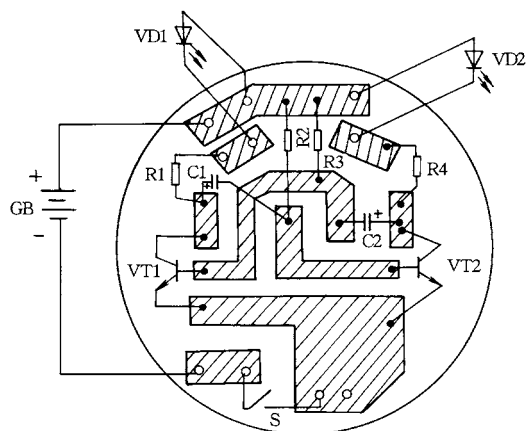
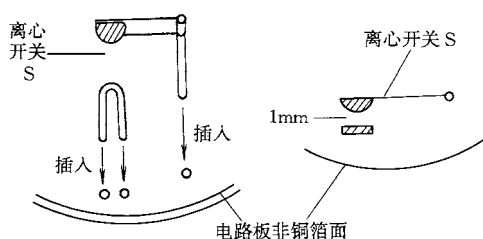
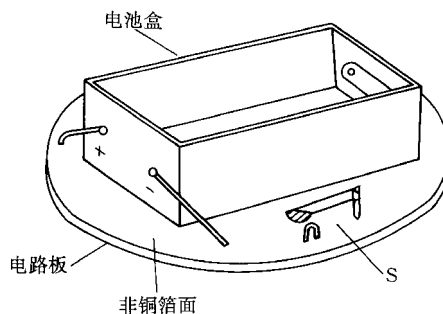

图 2-8
图 2-10
图 2-12
(8) 由于整个电路比较简单，因此可用刀刻法按图 2-8 所示刻制电路板。只需在图中画小圆圈处打上孔，作为发光二极管 VD1、VD2、离心开关 S 及电池盒正、负极引线的安装孔。其他元件焊接处不必打孔。
(10) 接下来按图 2-10 所示组装离心开关 S。按照图 2-8 所示位置，将动臂和定接点分别从电路板的非铜箔面插入相应的孔中（见图 2-10 之左图），并在铜箔面将其焊牢。要求动臂与定接点距电路板表面的高度要相等，动臂上的锡珠与定接点要对准，两者之间相距 1mm 左右（见图 2-10 之右图），轻推动臂，锡珠应能与定接点可靠接触。
(12) 选购一个能装两节 7 号电池的小电池盒，用玻璃胶将电池盒粘牢在电路板非铜箔面的正中间，其正、负极引线分别插入电路板相应的孔中（参见图 2-8），并在铜箔面将其焊牢。注意电池盒的正、负极引线不能弄错(见图 2-12)。